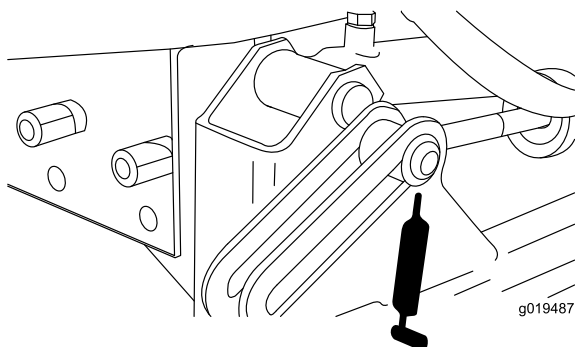
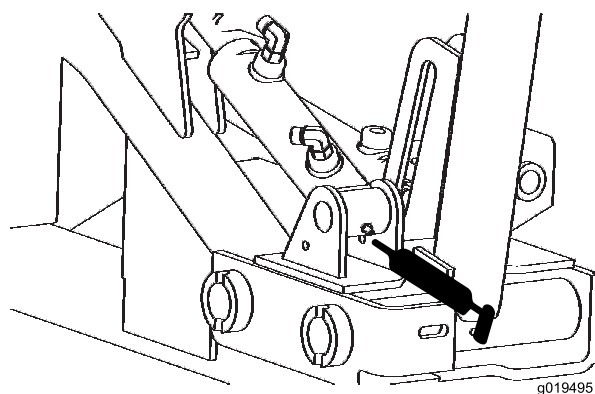

Figura 37
Figura 38
- Cilindri di sollevamento anteriori (3) (Figura 37 e Figura 38)